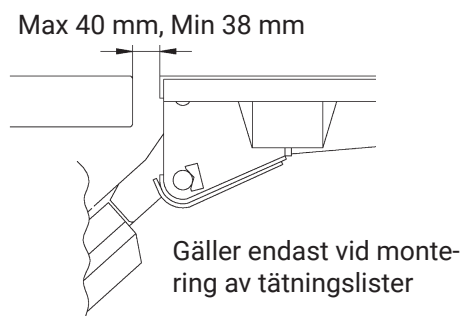

Bild 32. Kontrollera läget i förhållande till bilens bakbalk
5. Provkör lyften försiktigt upp till flaknivå och tilta till vertikalläge. Kontrollera läget i förhållande till bilens bakbalk och sidostolpar. Se Bild 32.